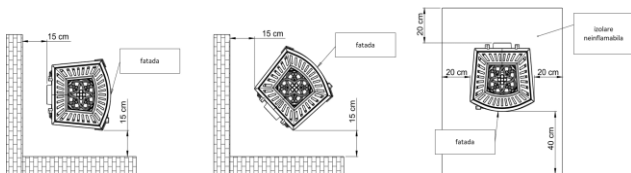

Fig.3. Distanța de siguranță dintre cuptor și piese neinflamabile
• asigurați distanța suficientă necesară pentru curățarea șemineului și a conectorului, soba trebuie să fie așezată pe suprafața neinflamabilă care să se fiela distanța de min. 0,4 m de la soba și de minimum 0,2 m măsurând din părțile laterale și din spatele sobei (a se vedea fig. 3)
• distanța recomandată față de piese NEINFLAMABILE de minimum 15 cm (Fig. 3).